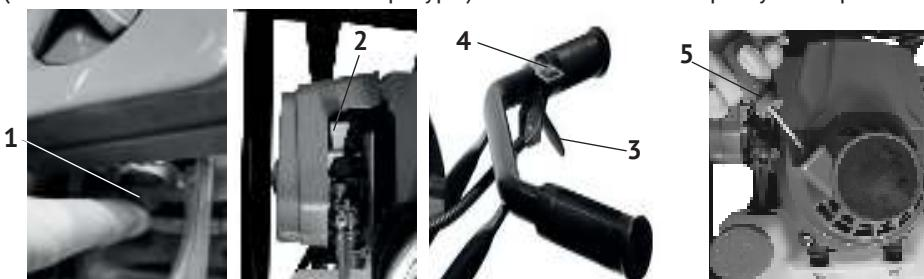

рис. 3
6.1.1 Порядок запуска (см. рис. 3)
- нажать несколько раз на кнопку ручной подкачки топлива - праймер (рис. 3 поз.1) до заполнения на 2/3 колпачка топливом;
- перевести выключатель зажигания (рис.3 поз.4) в положение «|» - «Включено»;
- перевести рычаг воздушной заслонки (рис. 3 поз.2) в положение «закрыто» - при пуске холодного двигателя (для прогретого двигателя рычаг устанавливается в промежуточном положении);
- медленно потянуть за рукоятку стартёра (рис. 3 поз.5) до появления сопротивления, а затем резким движением вытянуть трос на 2/3 его длины. Повторить действие до первого «схватывания» двигателя;